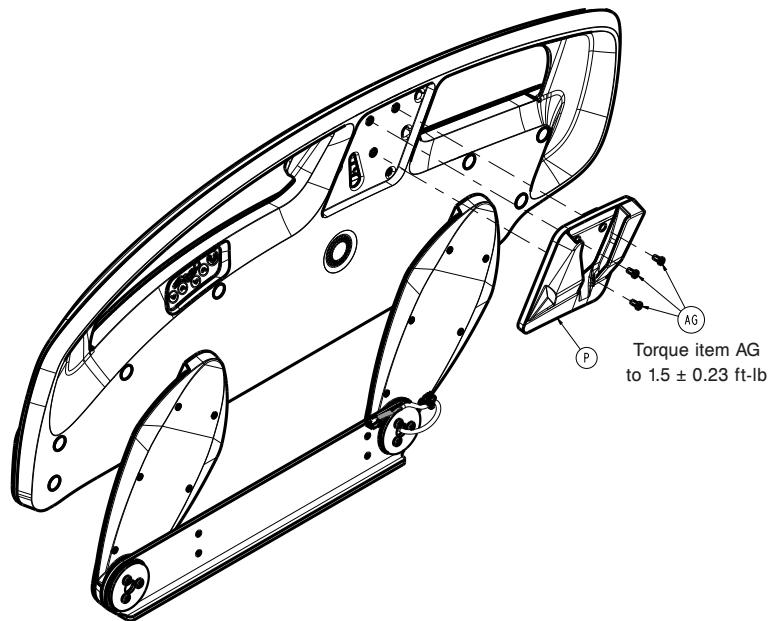

Figure 53 – Remplacement de la carte de commande de barrière latérale
7. À l'aide d'un outil à pointe, retirer l'étiquette de la barrière latérale dans le support pour effets personnels du patient (P) (Figure 53). Jeter l'étiquette.
- À l'aide d'un tournevis hexagonal de 1/8 po, retirer les trois vis (AG) qui fixent le support pour effets personnels du patient (P) à l'arceau de la barrière (Figure 53). Conserver les vis. Retirer et conserver le support pour effets personnels du patient.
8. À l'aide d'un tournevis hexagonal de 1/8 po, retirer les trois vis (AG) qui fixent le support pour effets personnels du patient (P) à l'arceau de la barrière (Figure 53). Conserver les vis. Retirer et conserver le support pour effets personnels du patient.
8. À l'aide d'un tournevis hexagonal de 1/8 po, retirer les trois vis (AG) qui fixent le support pour effets personnels du patient (P) à l'arceau de la barrière (Figure 53).